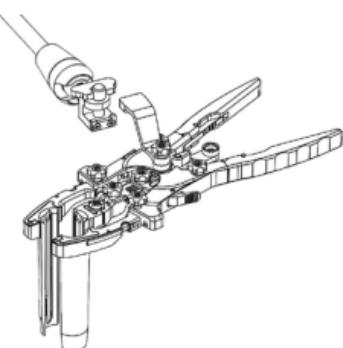

Figura 12
- Se estiver a utilizar a **Interface do Braço** (ML-0902), após se certificar de que a **Interface do Braço** foi fixada na estrutura do **Retrator**, traga o **Braço Articulado, Grampo do Suporte, Grande** (ML-0063) até à extremidade proximal da **Interface do Braço** e fixe o **Grampo do Suporte do Braço** à **Interface do Braço**. (Figura 12)